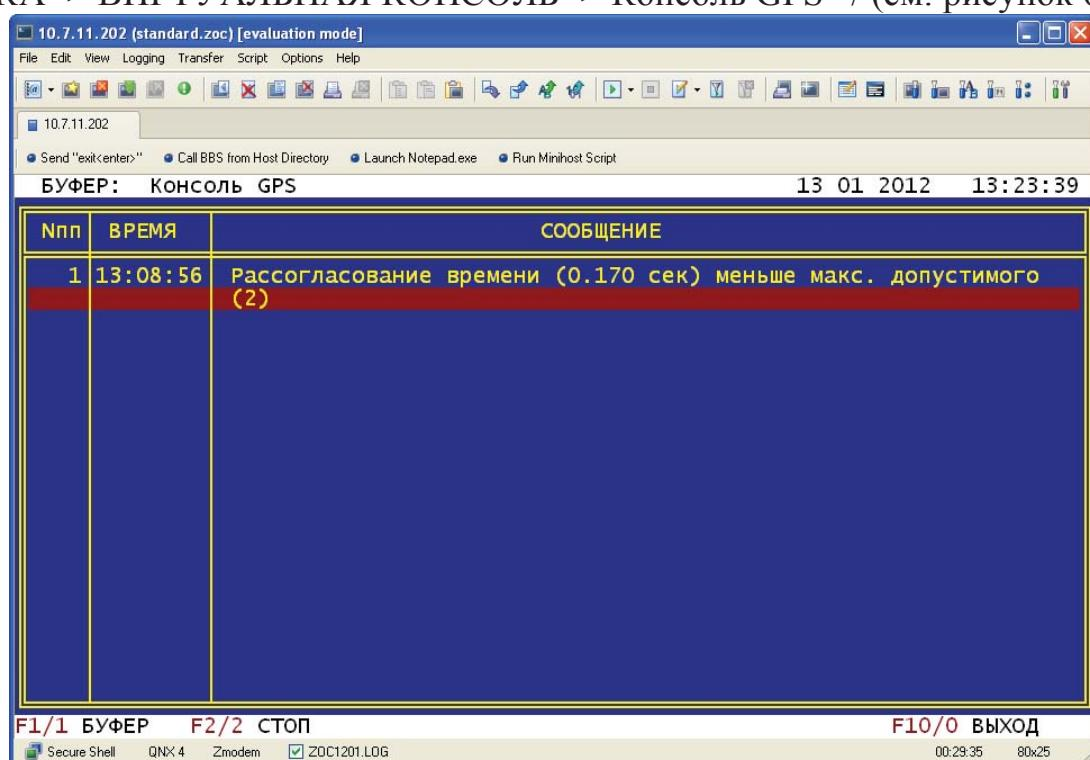

Рисунок 6
2.3.1.15 Убедиться, что данные от УССВ принимаются. Проверить прием данных в реальном времени с интервалом 15 минут через консоль /* НАЛАДКА -> ВИРТУАЛЬНАЯ КОНСОЛЬ -> Консоль GPS */ (см. рисунок 6).